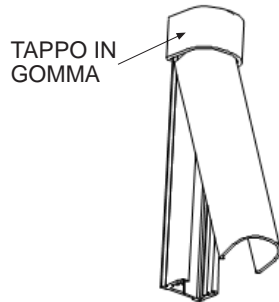

Fig. 2
5) inserire il tappo in gomma all'estremità superiore del profilo (Fig. 2);
12) montare la copertura in policarbonato come indicato nella Fig. 2;